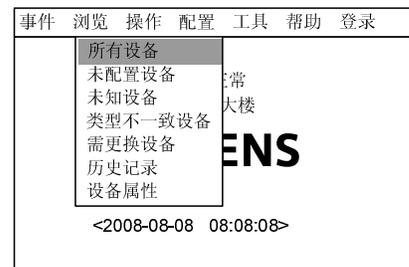
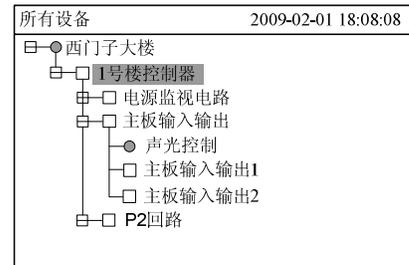

图 19-2
图 19-3
- 按“→”键选择“浏览”子菜单（图 19-2），选择“所有设备”，然后按“OK”键，树状图显示出来（图 19-3）。